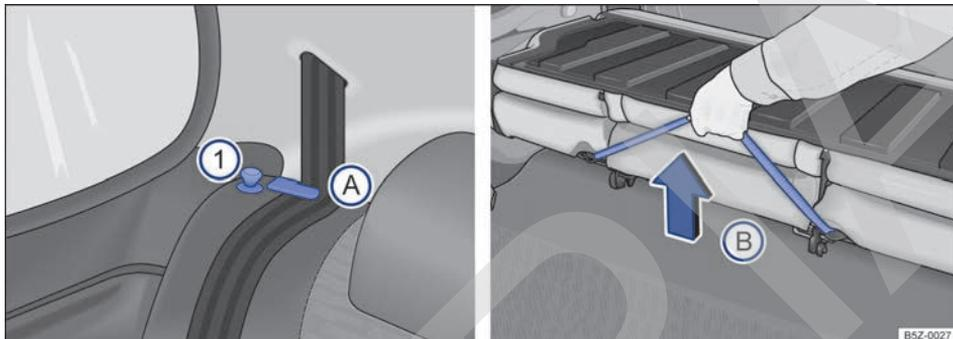

Fig. 74 Asiento trasero: pasadores de desbloqueo ①; posicionador para las bandas de los cinturones (A); manija para desbloqueo del conjunto del piso (B).
- Encaje las bandas de los cinturones de seguridad en sus respectivos posicionadores ⇒ **fig. 74 (A)**.
- Levante el pasador ⇒ **fig. 74 (1)** de desbloqueo de ambos lados hacia arriba, mientras que abate el respaldo del asiento trasero hacia adelante.
- Tire de la manija ⇒ **fig. 74 (B)** para desbloquear el conjunto del piso y, al mismo tiempo, levántelo **con cuidado** hacia los asientos traseros.
- Sujete el asiento trasero de la manija ⇒ **fig. 74** **B** y, suéltelo desde una altura de 15 cm.
- Retire las bandas de los cinturones de seguridad de los posicionadores ⇒ **fig. 74** **A**. Para los vehículos con cinturones de tres puntos fijos, vuelva a colocar las lengüetas en los cierres correspondientes.